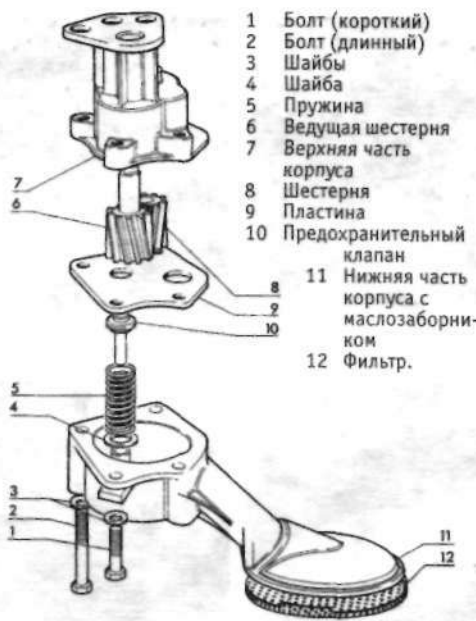

Рис.1.14. Детали масляного насоса (разделы 25 и 36):
5. Масло забирается из поддона через сетчатый фильтр, показанный на рис.1.14, и поступает по маслозаборной трубке в масляный насос. Из масляного насоса оно проходит к предохранительному клапану давления масла и затем к масляному фильтру. Предохранительный клапан давления масла встроен в масляный насос и снаружи к нему подходить нельзя.